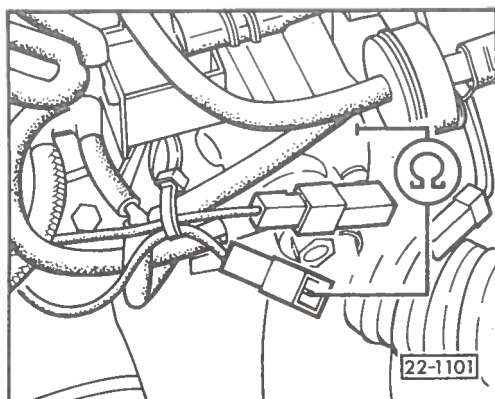

Fig. 1 Dispositif de réchauffage de la tubulure d'admission : contrôle
- Contrôler – fig. 1
- Disposition des gicleurs – fig. 1, 2